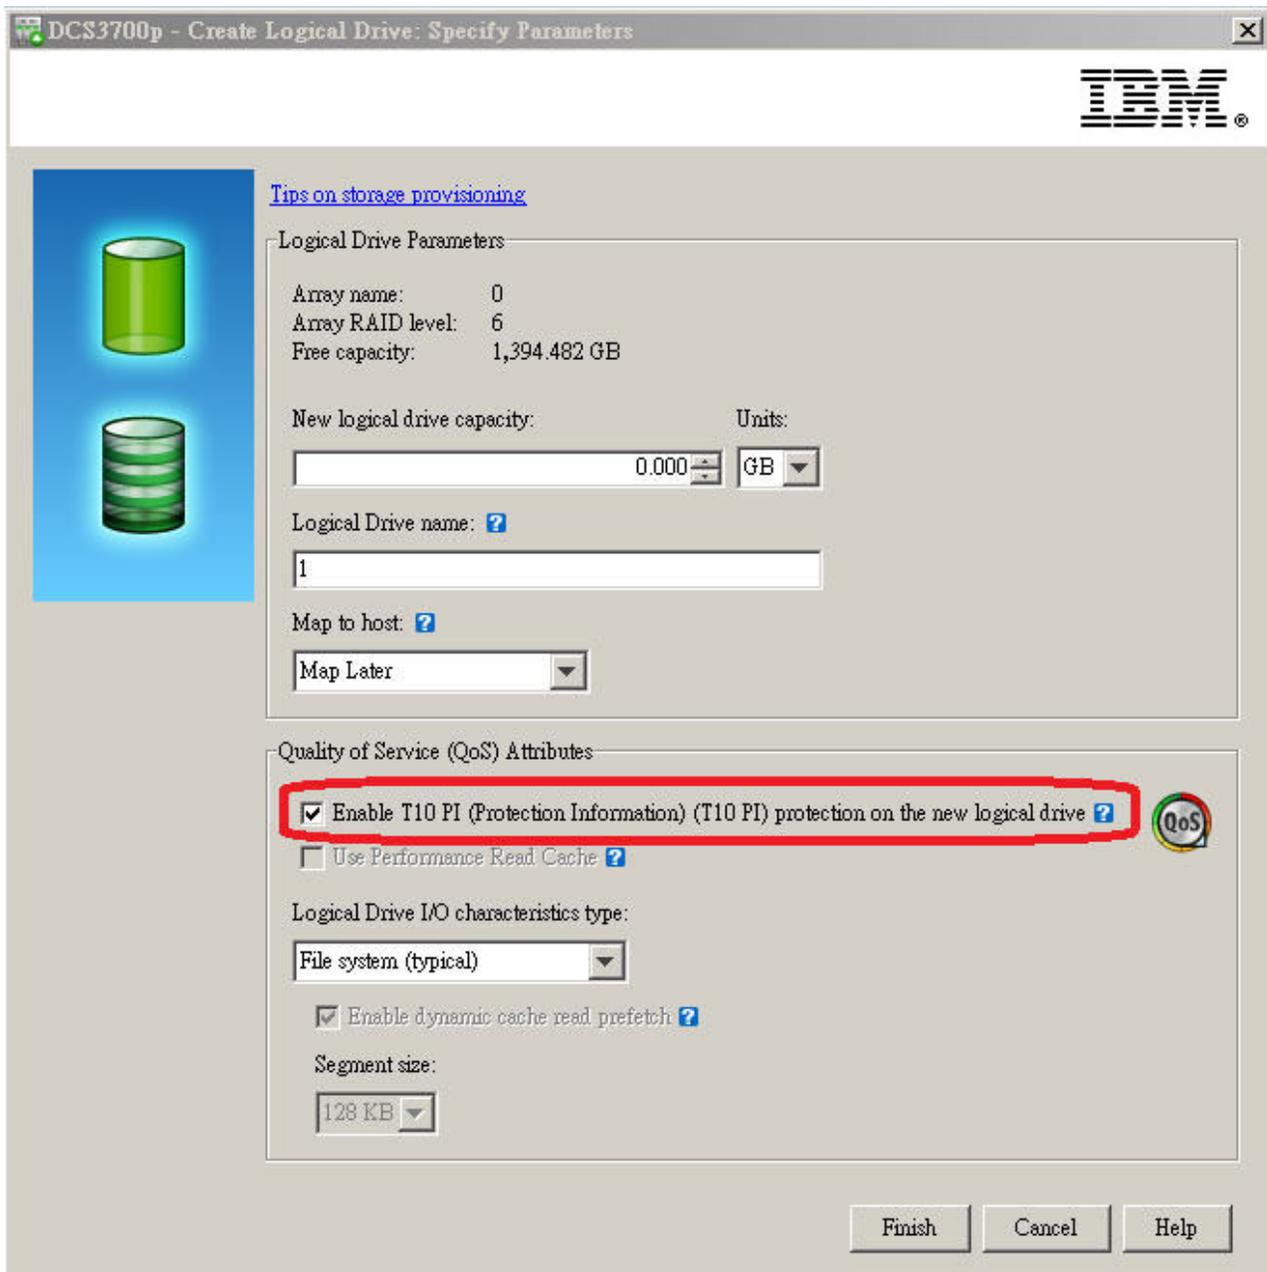

Figura 5. Habilitación de T10 PI en una unidad lógica
- En el diálogo Especificar capacidad/nombre (crear unidad lógica), pulse **Habilitar T10 PI (información de protección) (T10 PI) en la nueva unidad lógica** como se muestra en Figura 5.